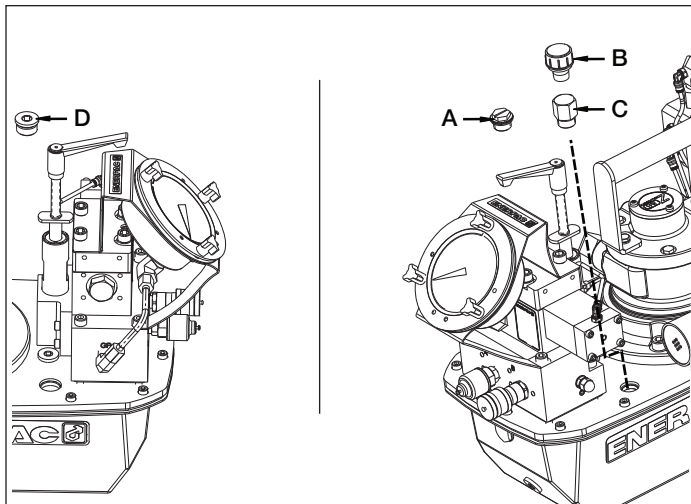
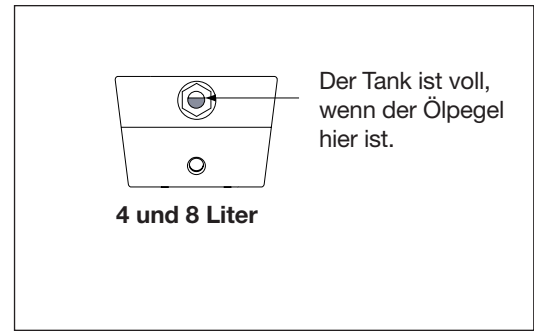

Abb. 2, Öleinfüllstopfen und Entlüfterkappe
Abb. 4
4.1 Entlüfterkappe und Öleinfüllstopfen (siehe Abb. 2)
Überprüfen Sie den Ölpegel der Pumpe vor dem Start. Geben Sie nötigenfalls Öl hinzu, indem Sie den Stöpsel SAE Nr. 10 von der Abdeckplatte entfernen (siehe Abb. 2). Der Behälter ist voll, wenn der Ölpegel im Sichtglas bis nach oben geht. (Abb. 4).
6. Füllen Sie den Behälter mit sauberem Enerpac-Hydrauliköl. Der Behälter ist voll, wenn der Ölpegel sich in der Mitte des Sichtfensters befindet (siehe Abb. 4).